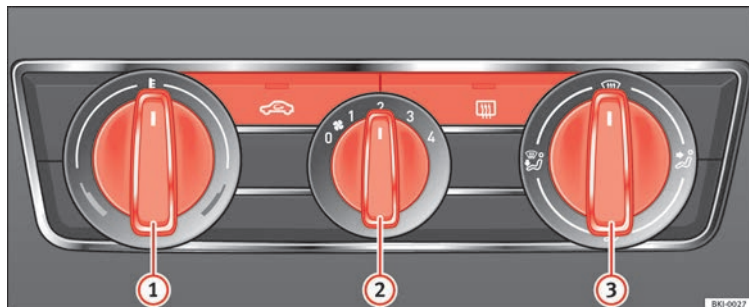

Abb. 170 Bedienelemente der Heizung in der Instrumententafel.
- Drehen Sie den Temperaturregler » Abb. 170 ① nach links.
- Drehen Sie den Gebläseschalter ② auf eine der Gebläsestufen 1-4.
- Lenken Sie den Luftstrom mit dem Luftverteilungsregler ③ in die gewünschte Richtung.
- Drehen Sie den Temperaturregler » Abb. 170 ① nach rechts, bis die gewünschte Heizleistung erreicht ist.
- Drehen Sie den Temperaturregler » Abb. 170 ① ganz nach rechts auf die höchste Heizleistung.
- Drehen Sie den Gebläseschalter ② auf Stufe 4.
- Drehen Sie den Temperaturregler » Abb. 170 ① in den Heizbereich.
- Drehen Sie den Gebläseschalter ② auf eine der Gebläsestufen 2-3.